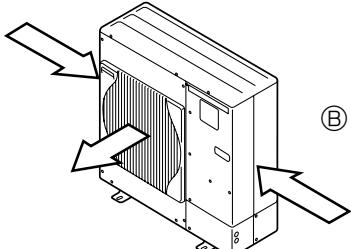

Fig. 2-4
③ Εγκαταστήστε τη μονάδα με τρόπο ώστε ο αέρας που βγαίνει από το στόμιο εξαγωγής να φυσά κάθετα σε σχέση με την κατεύθυνση του ανέμου, εάν αυτό είναι δυνατό. (Fig. 2-4)